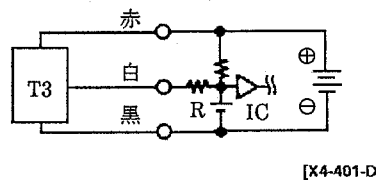

図4 容量性負荷に電流制限抵抗Rを入れた例。この時の抵抗R(Ω)は次式以上を使用してください。
- 容量性負荷(コンデンサ)を接続する場合には、スイッチON時に突入電流が発生しますので図4に示す保護回路を必ず設けてください。